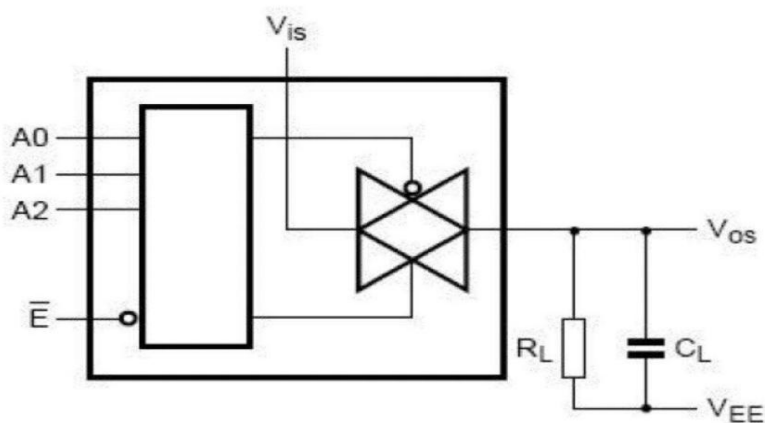

图 10、串扰、逻辑输入输出测试图
- 1、 RL = 1 kΩ; 20logVos/Vis= -50dB, 见图10